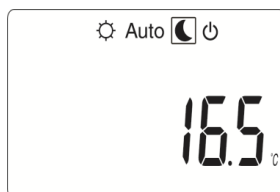

Fig. 14
- 1) premere il tasto (▶) finché viene contornato il simbolo ☾ del funzionamento ridotto, come in Fig. 14;